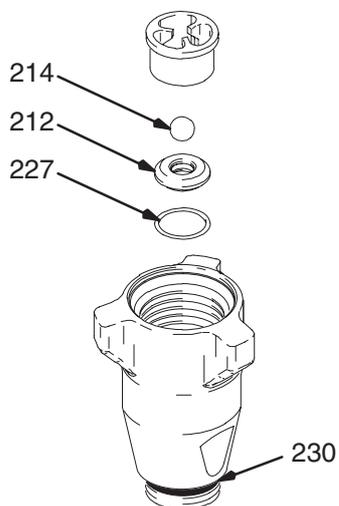

Fig. 23
Fig. 23. Vuelva a montar la válvula de admisión con juntas tóricas nuevas (227) y (230), el asiento (212) y la bola (214). Se puede dar vuelta al asiento y utilizarlo por el otro lado. Limpie minuciosamente el asiento.